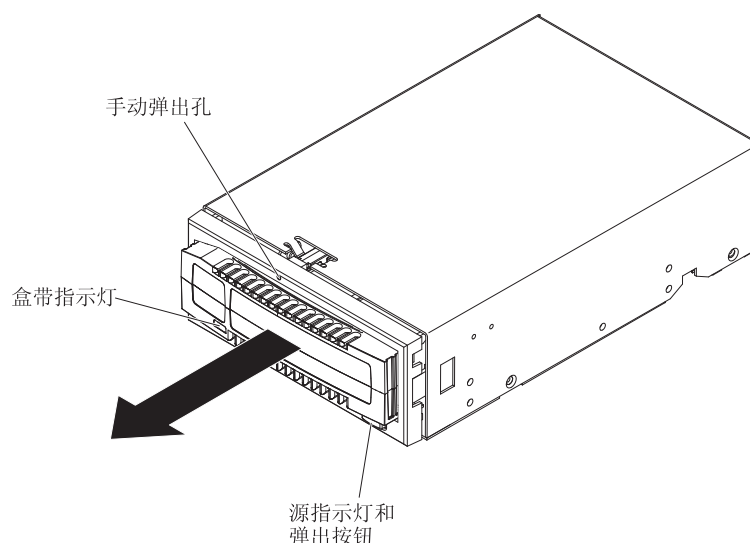

图 10. 弹出盒带
- 按住磁带机上的弹出按钮（请参阅第 13 页的图 10）至少 0.5 秒。
- 在断电或其他盒带弹出方法失败时，请使用手动弹出孔（请参阅第 13 页的图 10）弹出盒带。